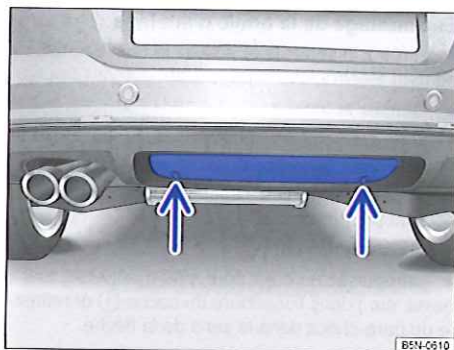

Fig. 110 Pare-chocs arrière : retrait du cache du dispositif d'attelage (R-Line).
Sur les véhicules équipés du pare-chocs R-Line, la boule d'attelage à basculement mécanique se trouve derrière un cache ⇒ fig. 110.
- Pour le déverrouillage, tournez les deux vis d'obturation ⇒ fig. 110 (flèches) de 90° dans le sens inverse des aiguilles d'une montre.